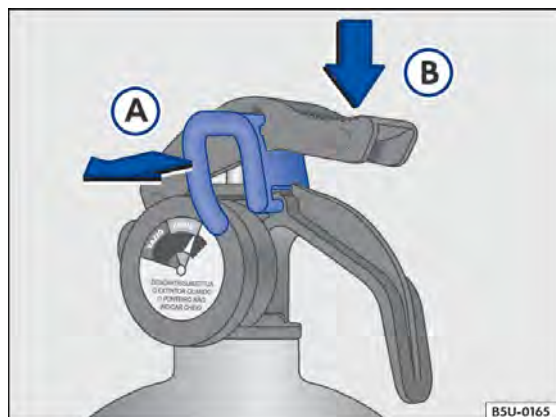

Fig. 152 Sequência de utilização do extintor de incêndio.
- Puxar a trava → Fig. 152 (A) para romper o lacre.
- Apertar o gatilho → Fig. 152 (B) espalhando o pó.